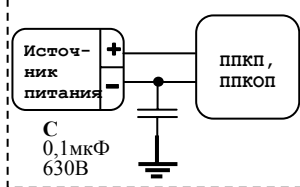

Рисунок 3
**ВНИМАНИЕ!!!** В ЦЕЛЯХ ПОВЫШЕНИЯ ПОМЕХОУСТОЙЧИВОСТИ СИСТЕМЫ ПОЖАРНО-ОХРАННОЙ СИГНАЛИЗАЦИИ МИНУСОВОЙ ПРОВОД ИСТОЧНИКА ПИТАНИЯ ППКП (ППКОП) РЕКОМЕНДУЕТСЯ ЗАЗЕМЛЯТЬ ЧЕРЕЗ НЕПОЛЯРНЫЙ КОНДЕНСАТОР ЕМКОСТЬЮ 0,1–0,47 МКФ × 400 В (ИЛИ БОЛЕЕ). НАПРИМЕР: К73-17, 0,1 МКФ, 630 В (см. рисунок 3).